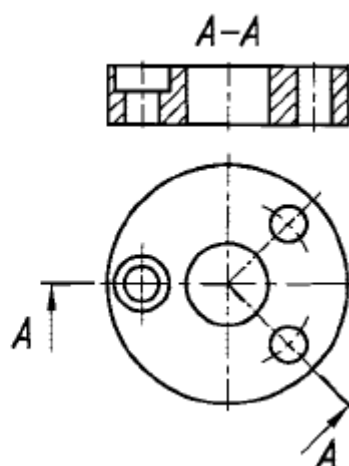

Рис.10
*Ломаные разрезы* образуются с помощью плоскостей, пересекающихся между собой не под прямым углом (рис. 10). Правую секущую плоскость мысленно поворачивают в направлении указанном стрелкой до совмещения с левой секущей плоскостью. Полное название разреза - сложный ломаный фронтальный разрез.